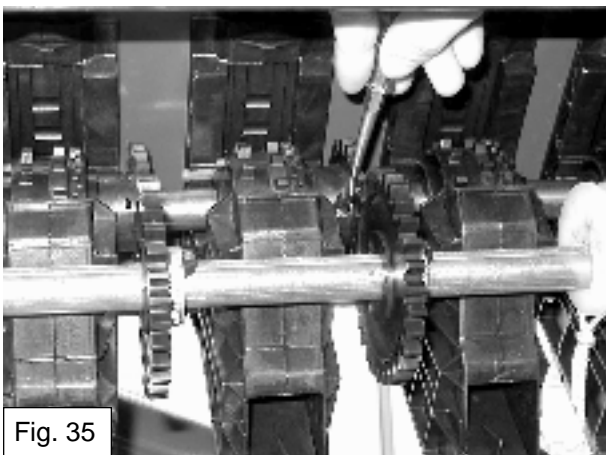

Fig. 35
- Smontare dal distributore a denti le due metà della ruota dentata (fig. 35).